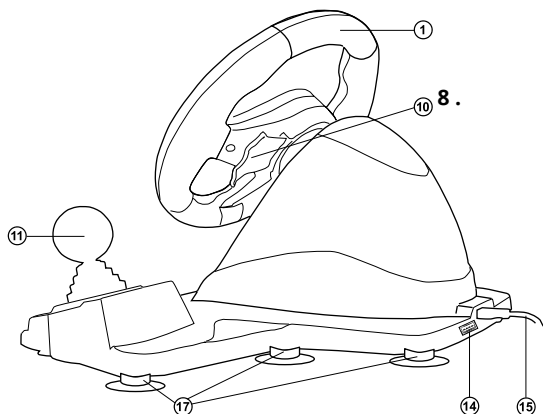

Рис. 3. Вид сзади
- Подключите к устройству блок педалей (рис. 3) с помощью встроенного в блок кабеля к разъему RJ-11 ⑭, а потом подключите манипулятор кабелем USB ⑮ к свободному порту USB компьютера.